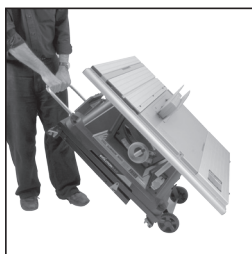

Fig. 10
6. Sollevare la maniglia in modo che le rotelle di trasporto integrate nella sega siano interamente a contatto con il pavimento (**Fig. 10**).